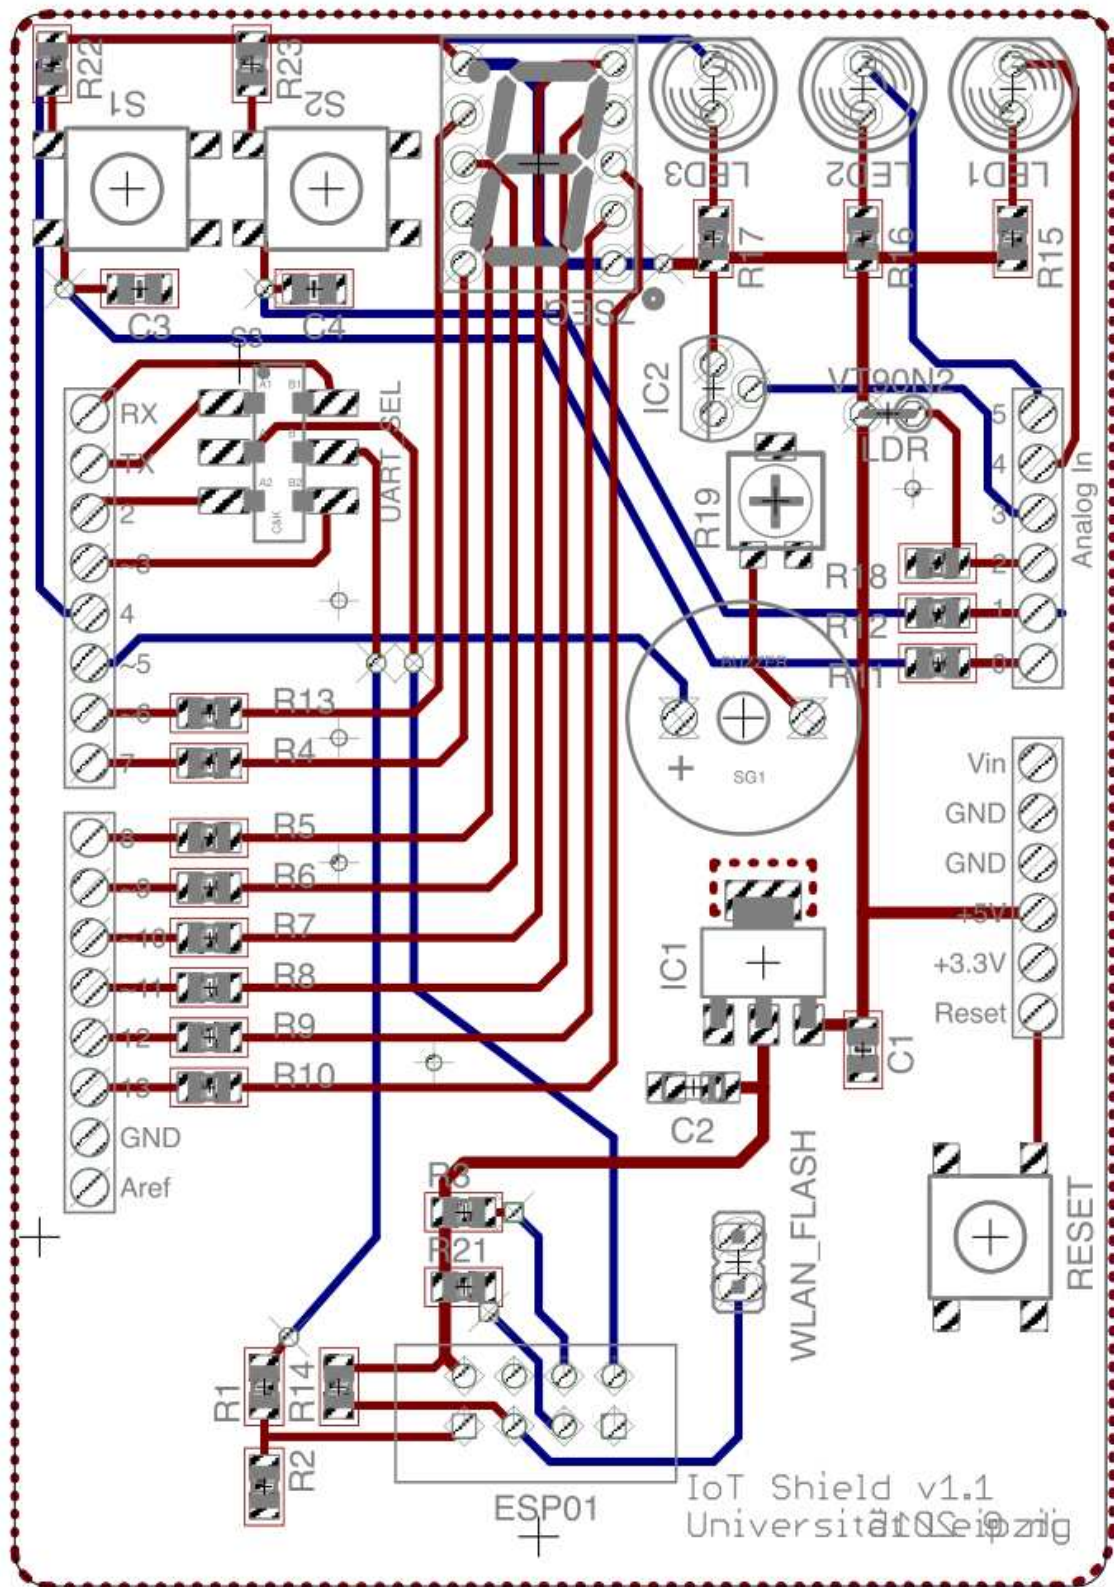

Abbildung 3: IoT Shield schematic
Hinweise: Alle nachfolgenden Aufgaben beziehen sich auf die in Abbildung 3 bis 5 gezeigte Hardware. Diese steht Ihnen im Hardwarelabor P535 zur Verfügung. Auf den Laborrechner ist für die Lösung der Praktikumsaufgaben die Arduino IDE installiert.
2. Sind die LEDs 1 bis 3 auf dem IoT-Shield aus Abbildung 3 high- oder lowaktiv? Welche Auswirkung hat die Antwort auf die Programmierung?